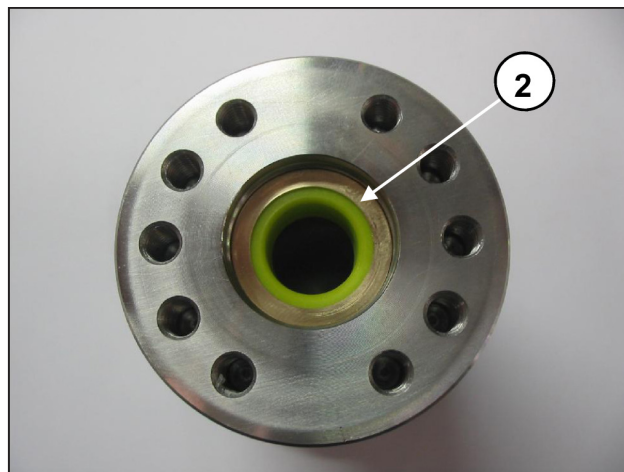
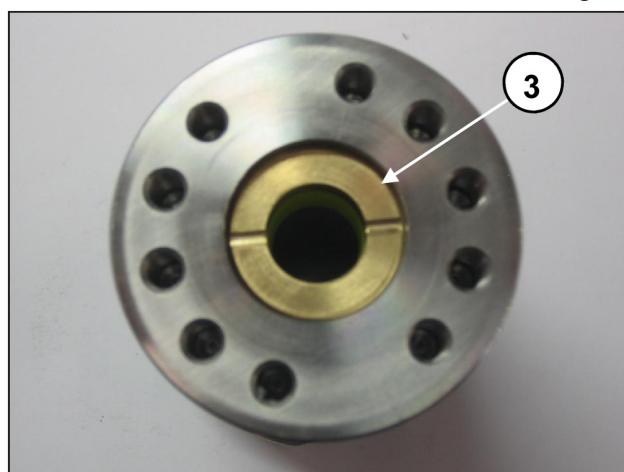
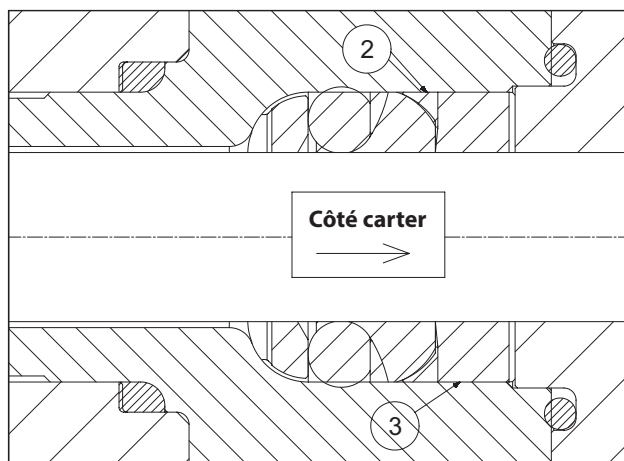

Fig. 42
Fig. 43
Fig. 44
- Introduire la bague anti-extrusion ② et la douille pour joints ③ en les positionnant comme décrit Fig. 42, Fig. 43, Fig. 44.
Introduire la douille pour joints ③ dans le support avec les orifices d'évacuation tournés vers l'extérieur (côté carter) comme décrit Fig. 43 et Fig. 44.